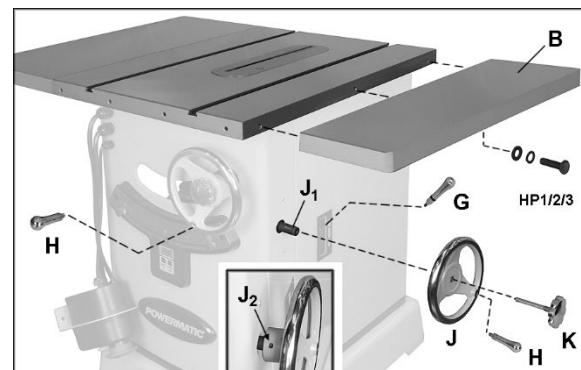

Figure 6-3 : Installer les accessoires
Voir la Figure 6-3.
1. Enlevez le ruban adhésif autour de l'arbre pour exposer les filets et la clavette d'arbre (J₁, Figure 6-3).
5. Installez le bouton de verrouillage (K, figure 6-3) et les poignées (H). Utiliser la clé sur les poignées à plat pour les serrer contre les volants.